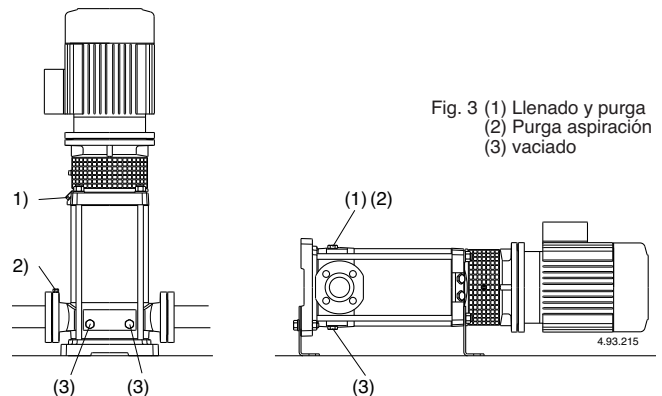

Fig. 3 (1) Llenado y purga
Con la **bomba por encima del nivel de agua** a elevar, (funcionamiento en aspiración, (**Fig. 2A**), o con una carga insuficiente, (inferior a 1 m) para abrir la válvula de retención, llenar el tubo de aspiración y la bomba a través del orificio (1) (**fig. 3**).
Con el **nivel de agua en aspiración por encima de la bomba**, (funcionamiento bajo carga, **fig. 2B**), llenar la bomba abriendo lentamente y completamente la compuerta del tubo de llegada teniendo la compuerta de la impulsión abierta y también los agujeros de purga (1), (2) (**fig. 3**) para hacer salir el aire.
Cerrar los agujeros de purga (1), (2) (**fig. 3**).
Si se verifica una pérdida del cebado, (interrupción en el flujo de impulsión, estando las compuertas abiertas), o si se nota una oscilación de la presión indicada en el manómetro, repetir el purgado del lado aspiración (2) verificar que todas las juntas del tubo de aspiración estén perfectamente herméticas y cerrar el tornillo de cebado (2), y los tornillo de vaciado (3) en el lado de aspiración (fig. 3).
Posiblemente, como el caso de empleos temporales con líquidos sucios, hacer funcionar brevemente la bomba con agua limpia para remover los depósitos. O bien, después del vaciado proseguir con un lavado metiendo agua (al menos 40 litros) en el agujero de llenado (1) lado impulsión y dejándola salir por el agujero de vaciado (3) lado aspiración (fig.3).
Sacar ambos tornillos (14.12), (pos. 3, fig. 3).
Antes del desmontaje cerrar la compuerta de aspiración, y la de impulsión, y vaciar el cuerpo de la bomba (fig. 3).